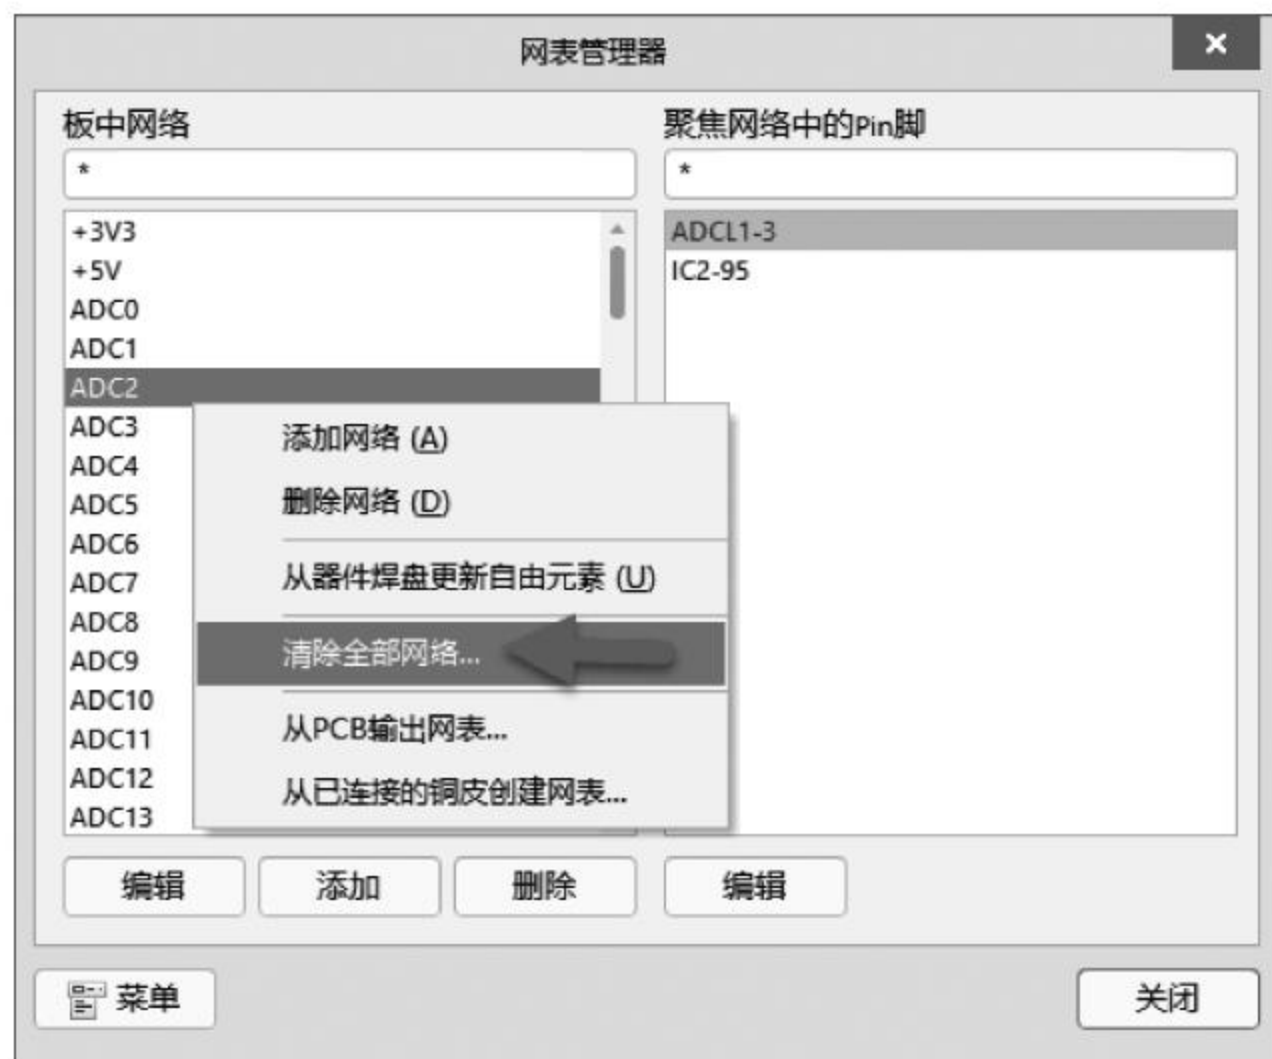

图 8-17 “网表管理器”对话框
② 在弹出的“网表管理器”对话框中任选一个网络, 单击鼠标右键, 在弹出的快捷菜单中选择“清除全部网络”命令, 如图 8-17 所示。